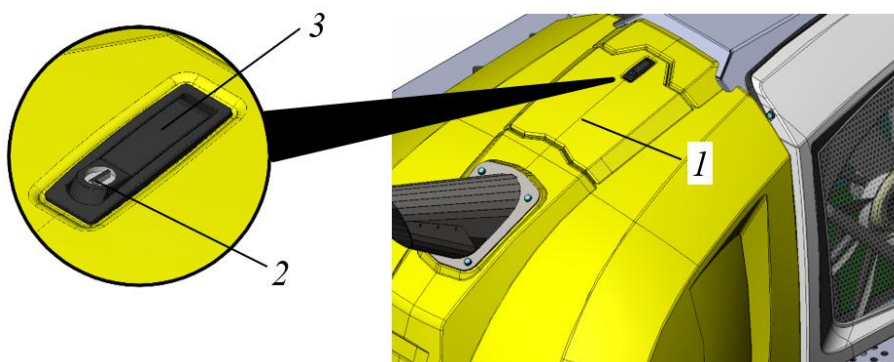

Рисунок 5.57. Процедура открытия лючка капота моторного отсека
- ▶ Нажать на фиксатор 2, поднять вверх до упора замок крышки лючка 3, открыть лючок капота 1, рис. 5.57.
- Закрывать лючок капота 1, рис. 5.57.